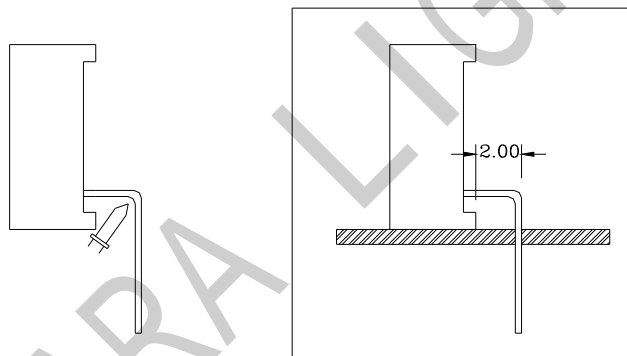

Fig.5
1) PIN 应该在至少距封装 2MM 的地方开始弯曲, 弯曲应该用夹具或折弯机的情况下进行。如图 5